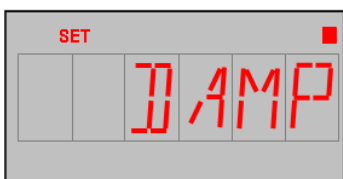

図 5
- ⑤ 「RIGHT KEY >」を押すと設定値が変更(記憶)されて表示項目画面に戻ります。(図 5.参照)